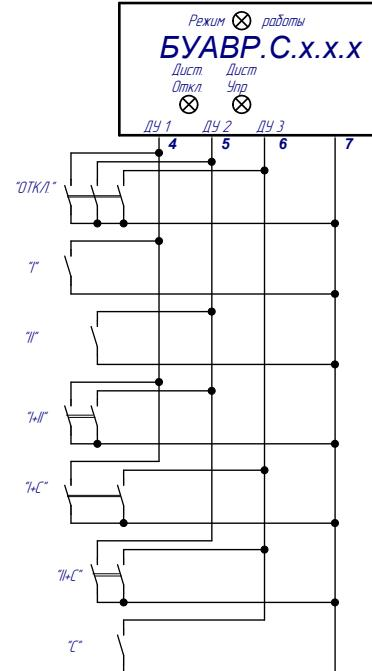

Рис.7 Пример схемы ручного управления АВР с использованием входов дискретного управления БУАВР
4.13.3. При необходимости ручного управления шкафом АВР при помощи органов управления, размещенных на лицевой двери шкафа АВР, рекомендуется использовать входы дискретного управления. Пример схемы ручного управления АВР с использованием входов дискретного управления БУАВР приведен на рис.7. В качестве переключателя режимов можно использовать зависимый кнопочный переключатель на 6 секций с тремя группами контактов или галетный переключатель на 6 положений с тремя группами контактов.